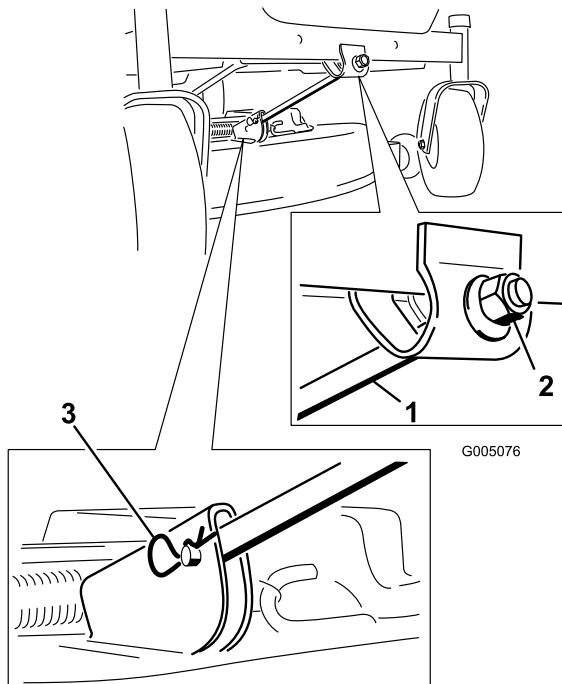

Figura 43
- Togliete la coppia a forcina e il perno con testa dall'asta di sostegno anteriore (Figura 43). Abbassate con cautela la parte anteriore del piatto di taglio fino al suolo.
- Montate l'asta di sostegno anteriore sul piatto di taglio con il perno con testa e la coppiglia a forcina (Figura 43).